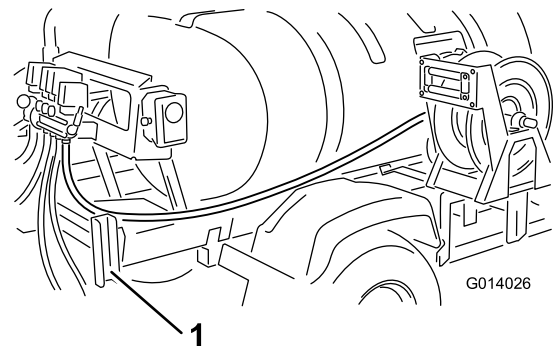

図 12
6. ホースを、タンクのスキッドフレーム（そり）に沿って、右側のリアフェンダのブームサポートチャンネル材の中を通してを車両後方へ引きこむ（図 12）。
7. 先ほど取り付けたホースリールバルブ付近まで、ホースを引き入れる（図 12）。